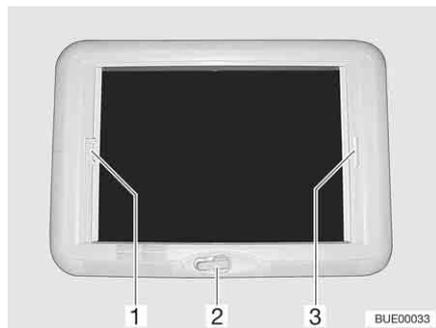

Fig. 99 Claraboya de manivela
Abrir: ■ Girar la manivela (Fig. 99,2) hasta que se note resistencia.
Cerrar: ■ Tirar del tirador (Fig. 99,3) del estor plegable y soltarlo en la posición deseada. El estor plegable se queda fijo en esta posición.
- Tirar del tirador (Fig. 99,1) de la protección contra insectos hacia el tirador opuesto del estor plegable (Fig. 99,3) y hacerlos engatillar.
- Presionar el tirador de la protección contra insectos (Fig. 99,1) por la parte de atrás hacia arriba y desengancharla del estor plegable (Fig. 99,3).